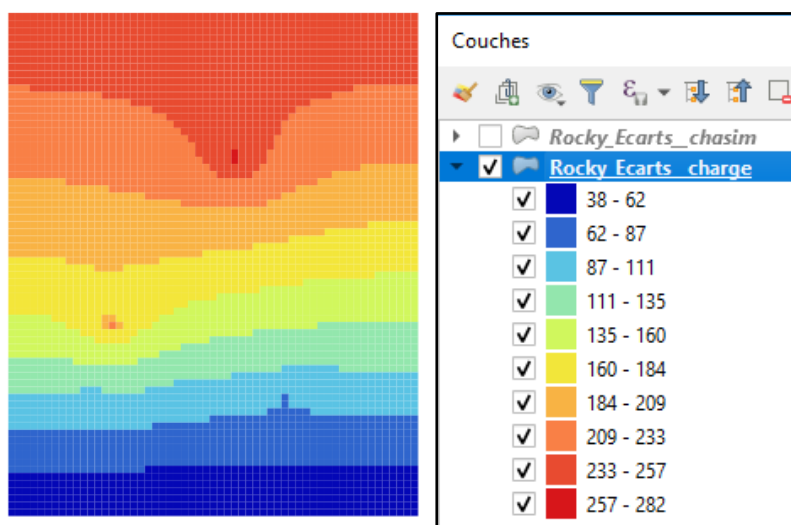

Figure 27 – Exportation directe d'une grille MARTHE en « shapefile » et visualisation par QGIS.
- WinMarthe :  : En un fichier « shapefile » unique pour une visualisation directe avec : QGIS ® (Figure 27) ou ArcGIS ® (ou en fichiers mif/mid pour une visualisation avec Mapinfo ®)